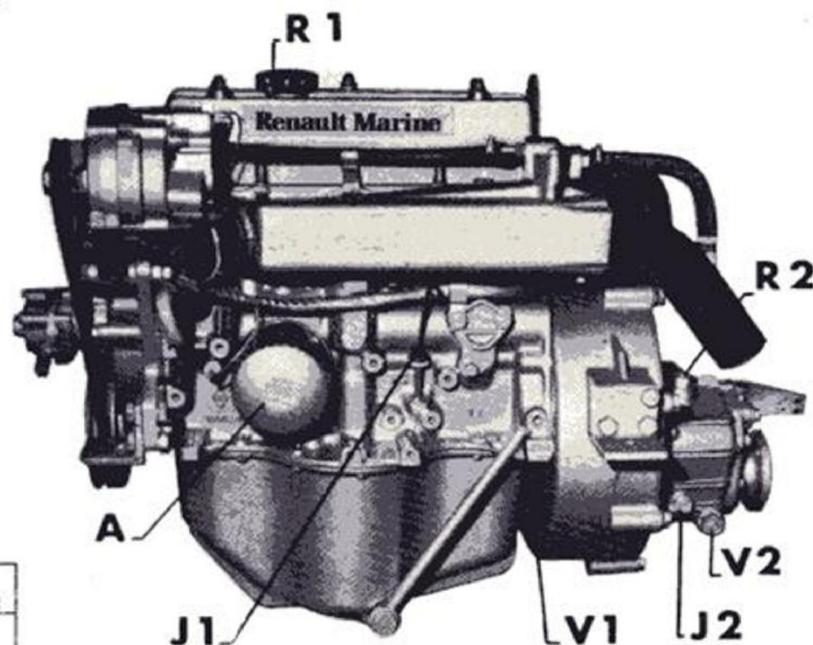

Fig. 1
**GENERALITES** Le graissage moteur s'effectue sous pression par pompe rotative incorporée. Le graissage de l'inverseur réducteur par barbotage. 2 remplissages d'huile sont nécessaires. Un filtre à huile (A Fig. 1) est incorporé dans le circuit d'huile moteur. C'est une cartouche à jeter. Au changement de cartouche veiller à la propreté du plan de joint. Le serrage de la cartouche s'effectue à la main (sans outil) 3/4 de tour après contact. La vidange doit toujours se faire lorsque l'huile est chaude.